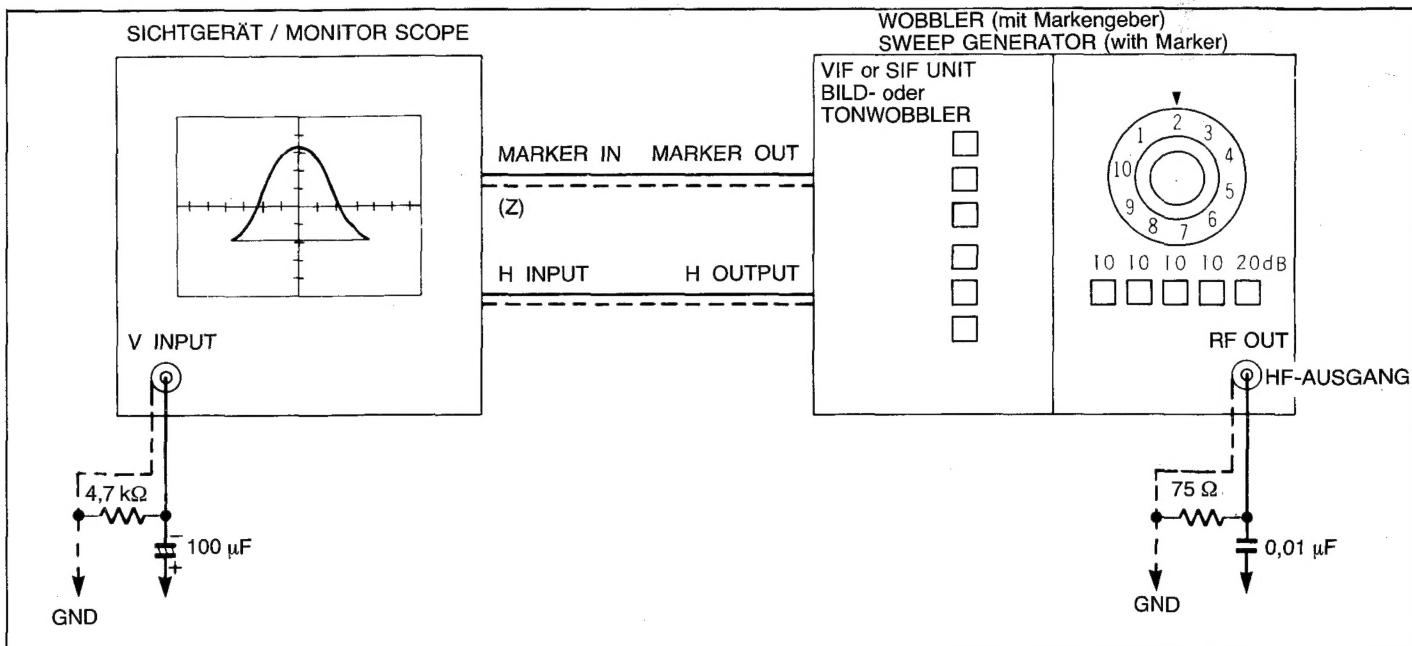
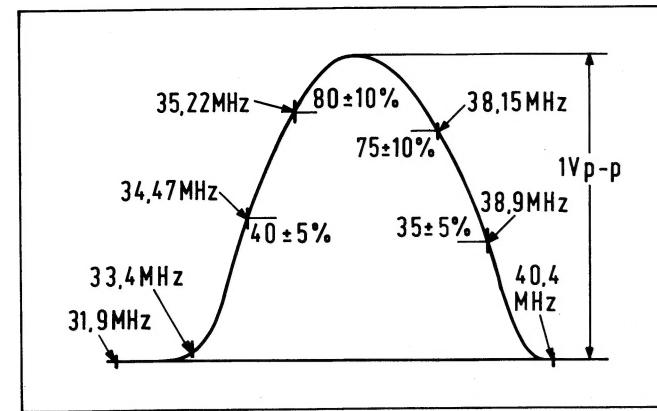

Fig. 3
Fig. 6 ZF-WOBBELKURVE
2. Den Markengeber-Ausgang (MARKER OUT) des Wobblers mit dem Anschluß „MARKER IN“ oder „Z“ des Sichtgerätes verbinden (siehe Fig. 3).
2. Connect the Marker-Out of the VIF Sweep Generator to the Marker-In or Z Terminal of the Scope (see Fig. 3).
- Wobbler, Markengeber und Sichtgerät wie in Fig. 3 gezeigt anschließen.
- Den Wobbler wie in Fig. 3 gezeigt anschließen.
- Die Abstimmung auf „VHF oberer Frequenzbereich“ einstellen. Die Spannung am Pin 1 des Steckers P 7001 (BT) soll 10 V ± 0,5 V betragen.
- T 701 und T 703 (C-, D-, E- und F-Spulen) so abgleichen, daß der Kurvenverlauf wie in Fig. 6 erreicht wird.
- Connection of Measuring Equipments is shown in Fig. 3.
- Connection of measuring equipments is shown in Fig. 3.
- Adjust T 703 (A) so that the attenuation of the 40.4 MHz trap becomes maximum.
- Adjust T 701 and (C) (D) (E) (F) of T 703 so that the Sweep output waveform becomes as shown Fig. 6.